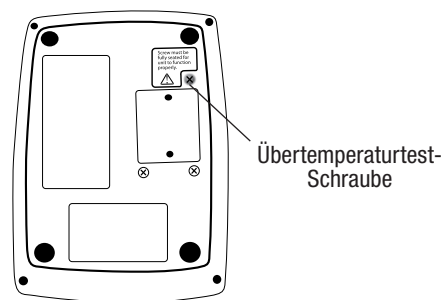

Abb. 3: Übertemperaturtest-Schraube für Ranger Erwärmungseinheit
- Zum Lösen der Übertemperaturschraube auf der Unterseite der Erwärmungseinheit siehe Abb. 3. Es ertönt ein leises Klicken, wenn der Mikroschalter öffnet. **Eine weitere halbe Drehung lösen.** Das Gerät ist jetzt im Übertemperatur-Testmodus, und die Temperatur sollte auf der Anzeige steigen. Vergewissern Sie sich, dass bei 43°C ein Alarmsignal ertönt, das Alarmlämpchen aufleuchtet und die Anzeige abwechselnd „HI“ und die Temperatur anzeigt.